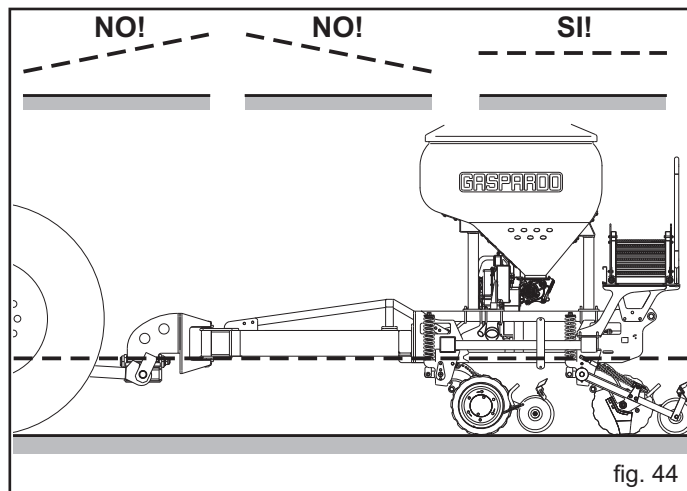

fig. 44
- 5) Versichern Sie sich, daß sich bei der Arbeit der Rahmen immer in waagrechter Lage befindet (Abb. 44), damit das Saatgut gleichförmig auf die beiden Sävorrichtungselemente-Sätze verteilt wird.